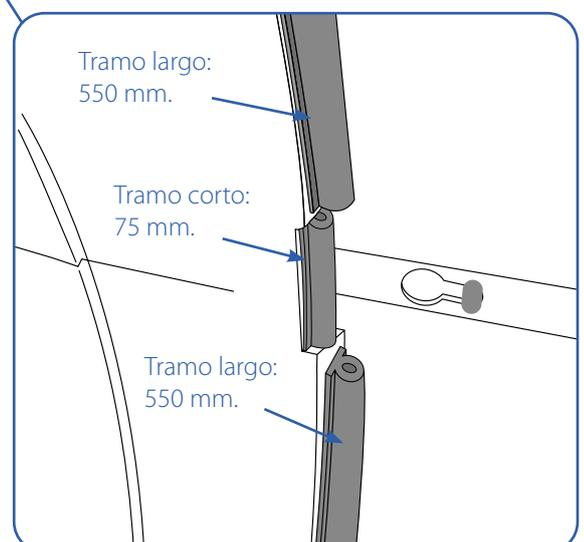

Fig. 10.14. Goma alrededor del cono.
- **Tramo corto: 75mm.** Puesto que en las uniones de cada octavo de cono hay unos rebajes, habrá que colocar unos trozos más pequeños en esas zonas. Dejar libres las dos del apoyo del poste válvula y las cuatro de los imanes (Fig. 10.14.).